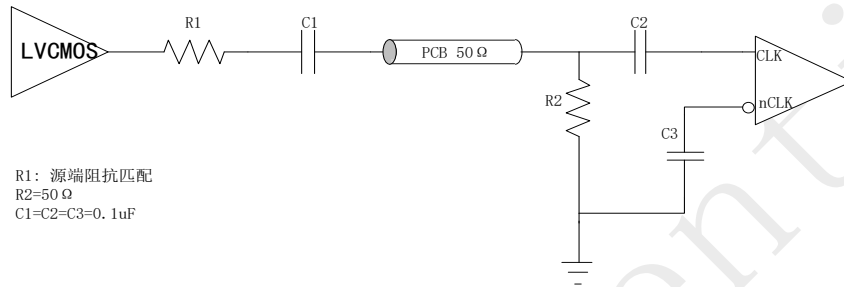
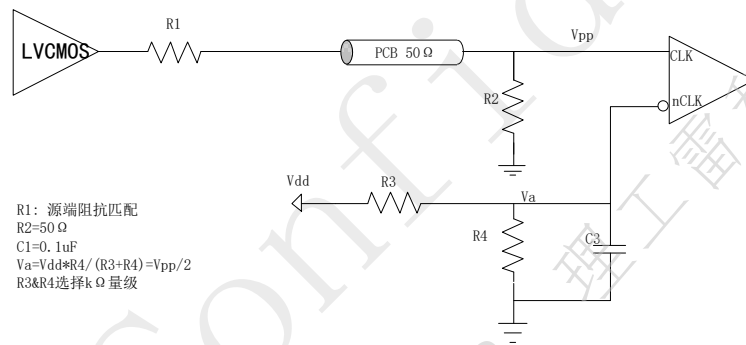

图3. LVC MOS 单端时钟驱动 CLK/nCLK 交流耦合
图4. LVC MOS 单端时钟驱动 CLK/nCLK 直流耦合
**CLK/nCLK 单端输入:** CLK/nCLK 也支持单端 LVC MOS 输入，通过耦合匹配电路将输入信号进行转换，满足规格书定义的电气参数。可以参考图 3 和图 4 推荐的匹配电路。